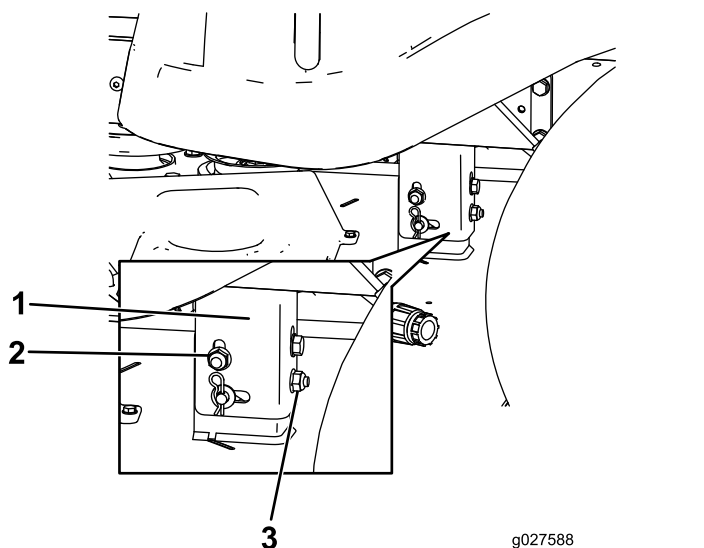

Figure 61
8. Élevez ou abaissez le côté gauche du plateau de coupe en tournant le contre-écrou arrière (Figure 61).